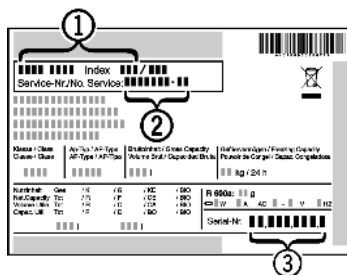

Fig. 79
- ▶ Gerätebezeichnung Fig. 79 (1), Service-Nr. Fig. 79 (2) und Serial-Nr. Fig. 79 (3) vom Typenschild ablesen. Das Typenschild befindet sich an der linken Geräteinnenseite.